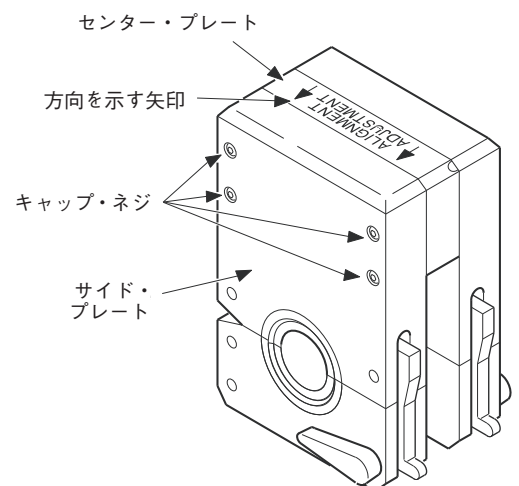

図 17 : サイド・プレートを緩める
1. フィクスチャー・ブロックをひっくり返し、センター・プレート上の方向を示す矢印を見つけてください。この矢印は、適切なサイド・プレートを指し示しています。図 17 をご参照ください。
2. 付属品の 3/32 インチ・サイズの六角レンチを使用して、適切なサイド・プレートのキャップ・ネジ 4 本を緩めて、サイド・プレートをセンター・プレートから少し離します。図 17 を参照して、適切なサイド・プレートを確認します。